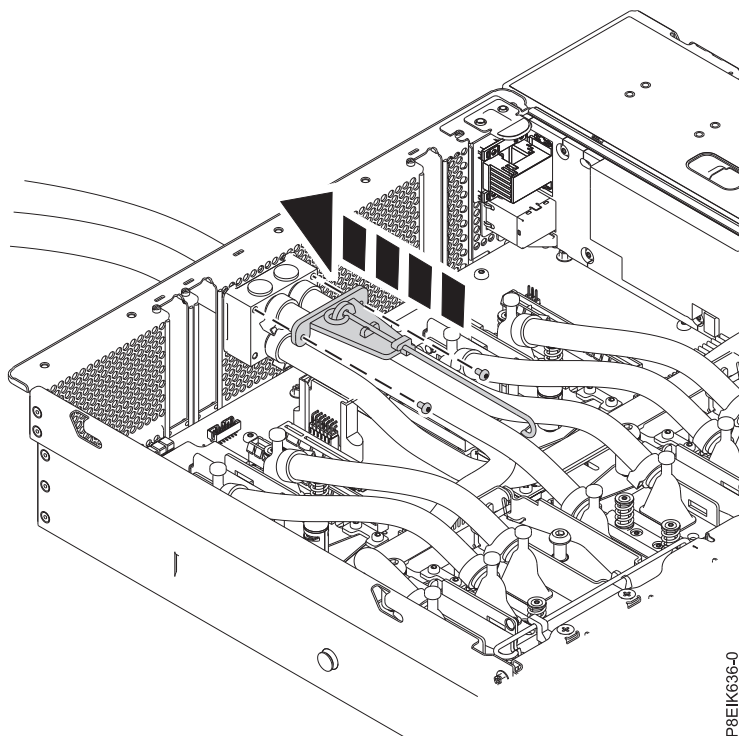

Figura 46. Sustitución del clip de servicio posterior
10. Sustituya el clip de servicio de la placa refrigeradora posterior y fíjelo con sus dos tornillos, como se muestra en la Figura 46.